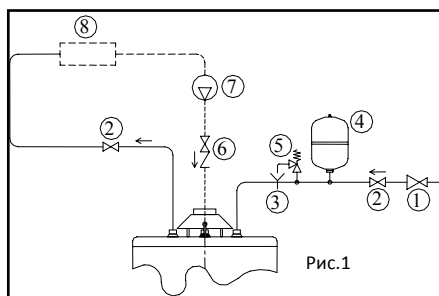

Рис.1
2.2 Рекомендуется установить кран на входе и выходе нагревательной колонки, который в случае необходимости перекроет поступление воды из водопроводной сети. (рис. 1 поз. 2)
2.3 На трубопроводе, через который происходит подача воды в устройство необходимо обязательно установить предохранительный стопорный клапан, калиброванный на 0,6±0,1 МПа (поставляется в комплекте к каждому устройству). (рис. 1 поз.5).
В случае если уровень давления превышает эту отметку необходимо установить редуктор давления, расположив его как можно дальше от устройства. (рис. 1 поз.1) Небольшую протечку предохранительного клапана в стадии нагревания воды считать нормальным. Также в пределах нормы, если перед клапаном устанавливается стопорный кран только в одном направлении. Поэтому желательно подсоединить отверстие клапана к стоку. (рис.1 поз.3)
2.6 Рекомендуется установить расширительный бачок объемом не более 5% относительно объема водонагревателя в случае, если не удастся установить редуктор давления далеко от водонагревателя. (рис.1 поз.4)